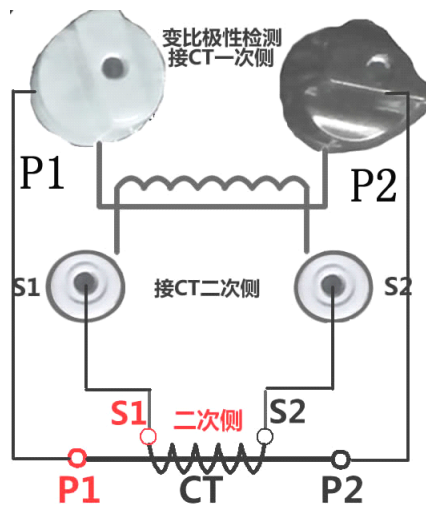

图 10
按照图 10 进行接线，将不检测的二次绕组短接。CT 一次侧接 P1、P2，CT 二次侧 A、X 接 S1、S2，设置好二次侧额定电流后，合上功率开关，旋转鼠标将光标移动至
按照图 10 进行接线, 将不检测的二次绕组短接, CT 一次侧接 P1、P2, 设置好一次侧额定电流后, 合上功率开关, 旋转控制器, 将光标移动至“开始”选项, 按下鼠标, 试验即开始。装置将输出到 CT 一次侧的电流逐步增加至所设值, 然后将该电流保持输出 5 分钟, 试验过程中, 光标会显示在“停止”选项上不停闪烁, 直至试验完毕自动退出, 或按下旋转鼠标人为中止试验。
8. 2、CT 角差比差试验(接线方式参照图 10)：
按照图 10，CT 变比试验进行接线，二次未测绕组短接起来。移动